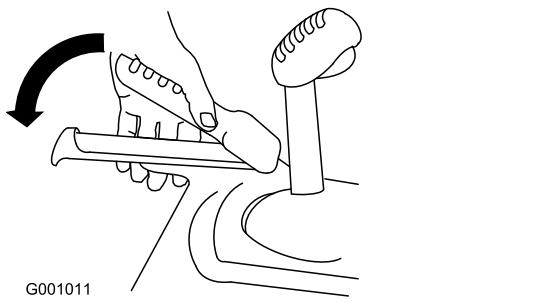

Figure 5
3. Serrez le levier gauche (déplacement) contre la poignée (Figure 5).
6. Serrez le levier gauche (déplacement) contre la poignée (Figure 5).